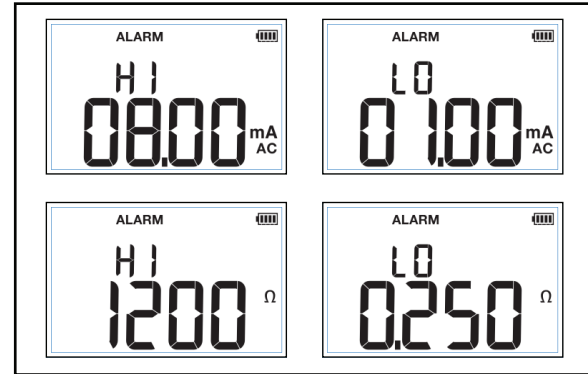

Figura 2. Funzioni di allarme
1. Premere **SETUP** finché non compare **ALARM** (ALLARME) sul display. Vedere la Figura 2.